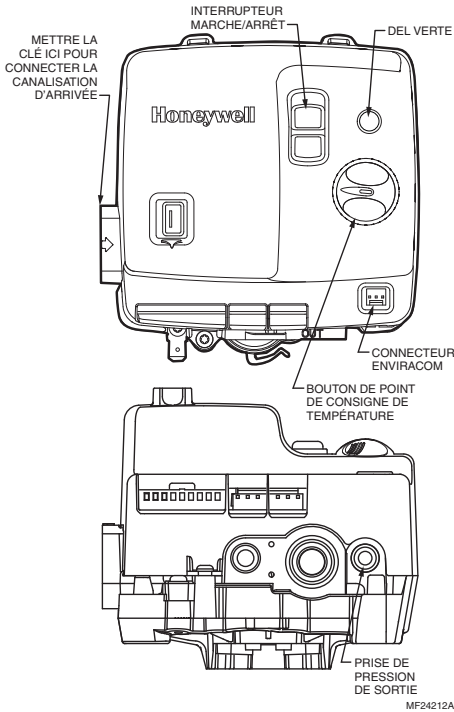

Fig. 7. Commandes du chauffe-eau.
7. Connecter le tuyau à l'entrée du régulateur du chauffe-eau à un couple maximum de 45 pi-lb. Utiliser une clé sur l'extrémité carrée du régulateur du chauffe-eau. Voir la fig. 7.